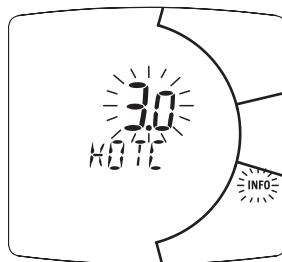

Figura 5.56
- Premere per più di 10 secondi il pulsante per entrare in modalità " Parametri Impianto" (Figura 5.56).
L'andamento della temperatura al variare dell'impostazione fatta con i tasti 16 e 17 per un $K = 1,5$ è illustrato nella Figura 5.56.